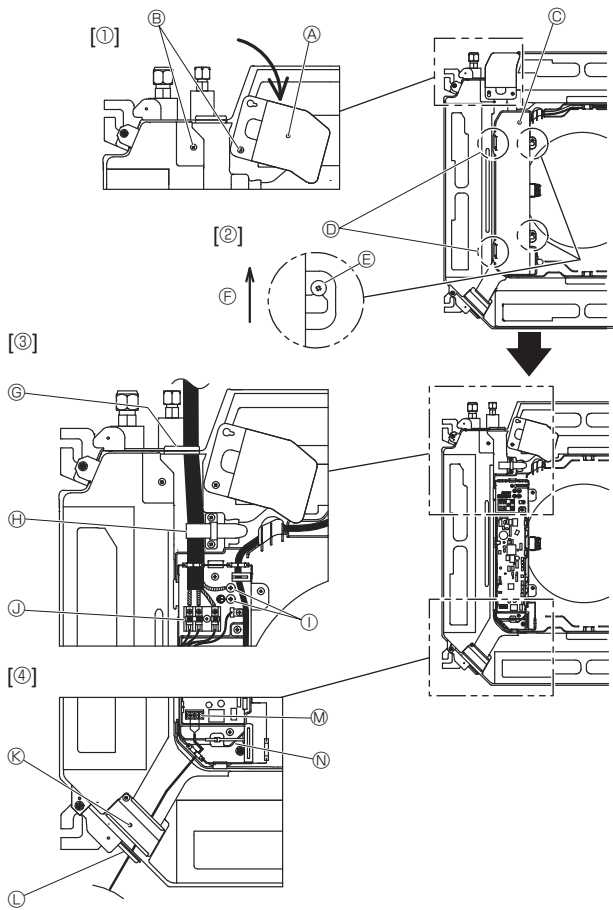
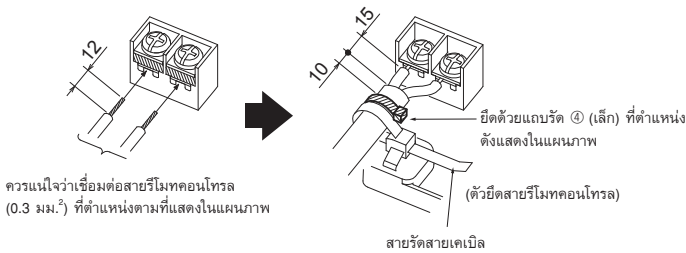

Fig. 6-1
Fig. 6-3
6.1. เครื่องภายในอาคาร (Fig. 6-1)
1. คลายสกรูสองตัวที่ยึดแผงเซอร์วิสการเดินสายไฟออก จากนั้นหมุนแผงเซอร์วิสการเดินสายไฟ [Fig. 6-1 ①]
2. คลายสกรูสองตัวที่ยึดฝาครอบตู้สายไฟออก จากนั้นเลื่อนฝาครอบตู้สายไฟ [Fig. 6-1 ②]
3. เดินสายไฟ, สายเชื่อมต่อตัวเครื่องภายใน-ภายนอกอาคาร และสายดินผ่านช่องสายไฟที่ตั้งแสดงในแผนภาพ [Fig. 6-1 ③]
หากคุณไม่สามารถใช้ขั้วหุ้มพลาสติกแบบกลมได้ ให้ปฏิบัติตามขั้นตอนการทำงานใน Fig. 6-3 ถึง 6-6 ให้ดูที่ 6.1.1. และ 6.1.2. สำหรับการเชื่อมต่อ
4. สอดและจัดวางสายรีโมทคอนโทรลผ่านช่องสายไฟที่ตั้งแสดงในแผนภาพ [Fig. 6-1 ④, Fig. 6-3] ให้ดูที่ 6.1.1. และ 6.1.2. สำหรับการเชื่อมต่อ